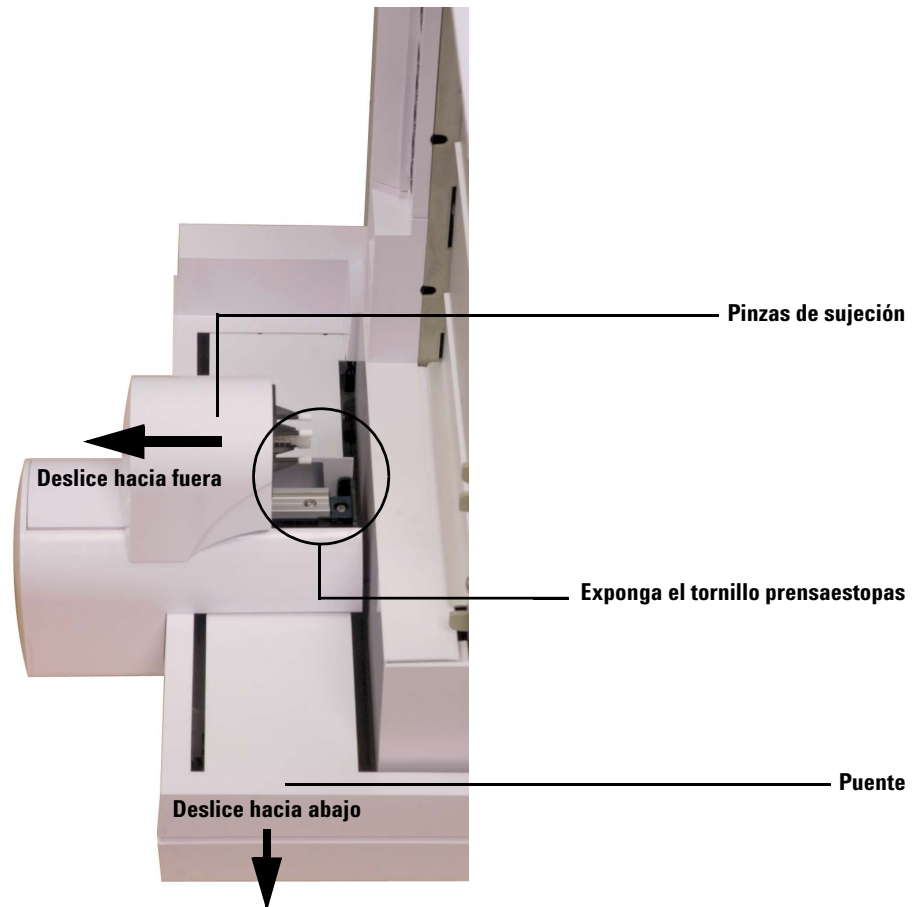

Figura 10 Exposición del tornillo de prensaestopas en el área del conjunto de sujeción
- 7 Coloque la bandeja de muestras en una superficie plana y segura. Coloque el instrumento en su extremo de forma que el soporte de montaje de la bandeja quede hacia arriba. Deje que el puente baje hasta el final (Figura 10).
- 8 Aleje las pinzas de sujeción de la base de la bandeja hasta que pueda acceder al tornillo prensaestopas (Figura 10).